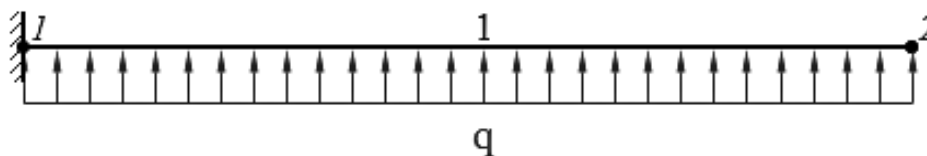

Рис. 6.8 – Схема балки к заданию 1
1. Дана балка с опорой в виде жесткой заделки (см. рис. 6.8). К балке приложена равномерно-распределенная нагрузка  $q = 8$ , кН/м. Длина балки  $l_{12} = 4$  м. Определить числовые значения реакций, возникающих в жесткой заделке. Построить эпюры внутренних силовых факторов – поперечной силы и изгибающего момента.
4. Какой вид будут иметь эпюры поперечных сил и изгибающих моментов при решении задачи по рис. 6.8?